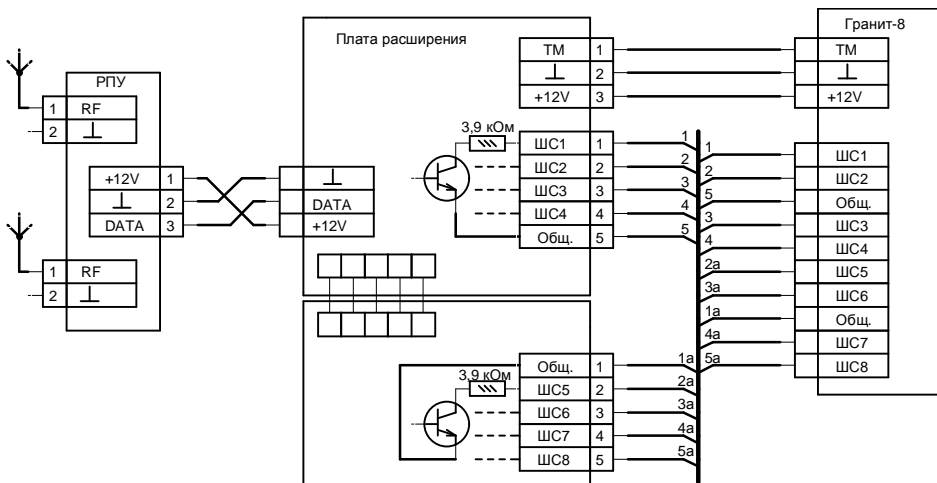

Рис. 10 Схема подключения РПУ к ППКОП «ГРАНИТ-8/8Р/3Л/5Л/8Л»
Подсоедините плату расширения к плате РПУ как показано на рис. 10. Подключите плату расширения к плате контроллера прибора «ГРАНИТ-8/8Р/ЗЛ/8Л/8Л». Схема подключения показана на рис. 10, 11 и 12.
3. Подключить плату расширения РПУ согласно схеме подключения (рис. 10).